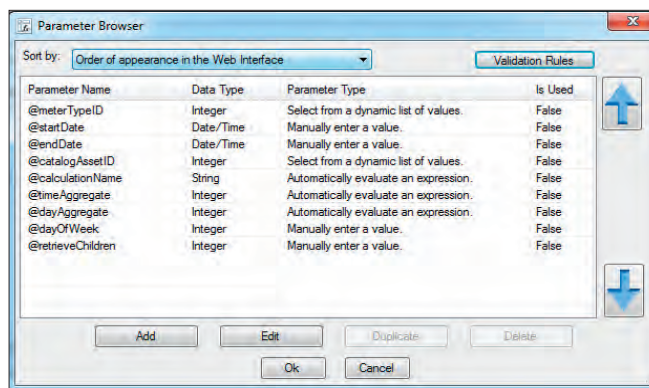

Рис. 14. Обозреватель параметров
4. В диалоговом окне *Обозревателя параметров* для параметров вы можете изменить *Последовательность вывода в веб-интерфейсе (Order of Appearance in the Web Interface)*, рис. 14.